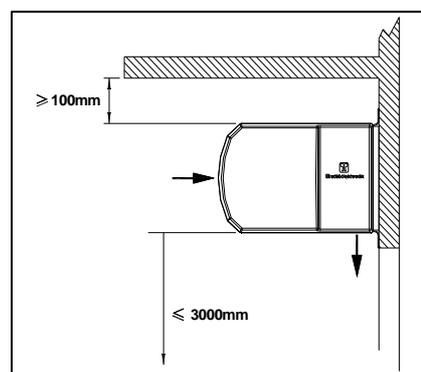

Fig. 1
- il y ait au moins 100mm de hauteur utile au-dessus du rideau d'air, voir Fig. 1